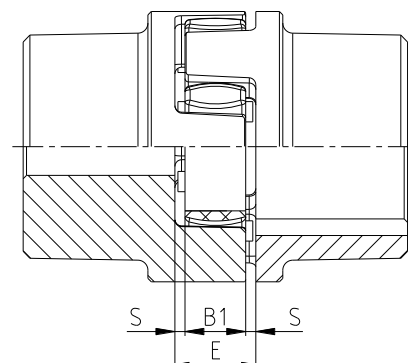

Fig. 12: Koblingsmontage
- Forskyd aggregaterne i aksial retning, indtil E-målet er nået (se fig. 12).
- Juster tandkransen ift. midten mellem navene, og kontroller E- og S-målet (se fig. 12 og kapitel 1).